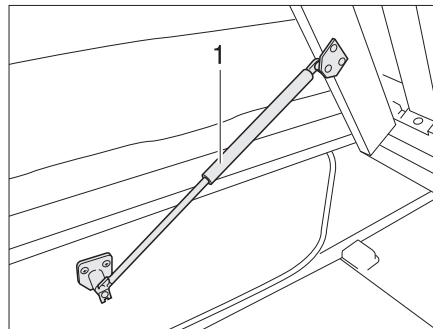

Fig. 134 Lit fixe
- Soulever le sommier à lattes. Les ressorts à pression de gaz (Fig. 134,1) maintiennent le sommier à lattes en position ouverte.